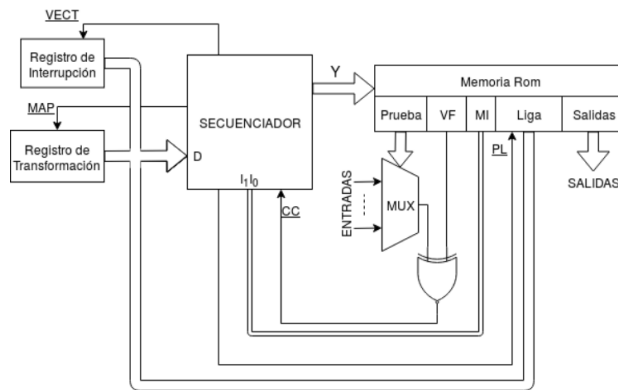

Figura 2: Diagrama del secuenciador básico conectado a una memoria
- La figura 2 muestra el diagrama de bloques de un secuenciador básico conectado a una memoria.